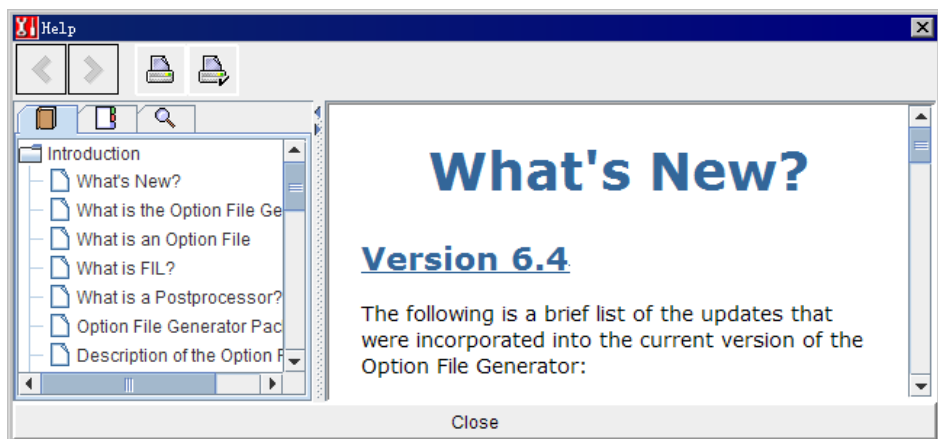

图 9.2.8 “Help”对话框
- ☑ **Contents**：显示帮助内容。选择此选项后，弹出图 9.2.8 所示的“Help”对话框。单击对话框中的 选项卡，然后在 **查找：**文本框中输入要搜索的关键词并按回车键，即可显示相关的信息。